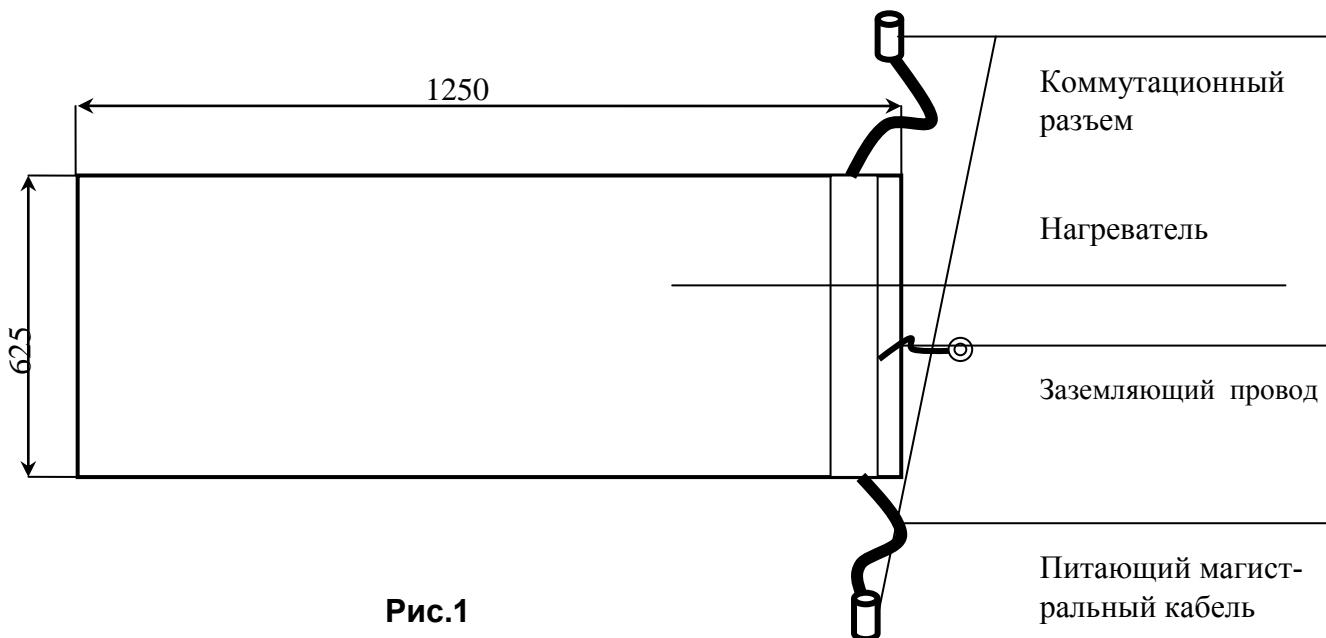

Рис.1
1. Стандартные габаритные размеры: - **1,25x0,625x0,0015 м** (см.рис.1):